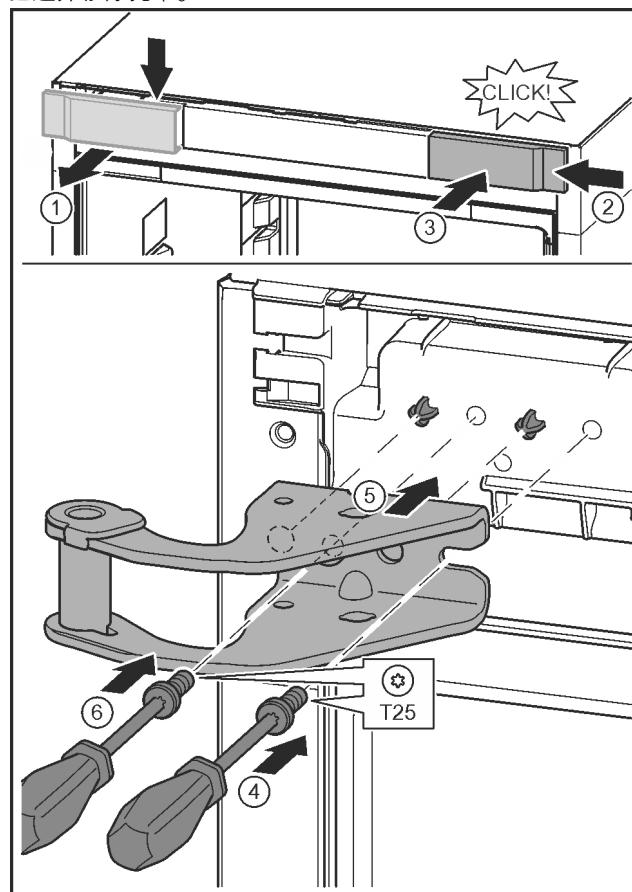

Fig. 15
- ▶ 松开盖板并从侧面取下。Fig. 15 (1)
- ▶ 将盖板旋转 180° 至另一侧从右边挂上。Fig. 15 (2)
- ▶ 插入盖板。Fig. 15 (3)
- ▶ 用 T25 螺丝刀装上螺钉。Fig. 15 (4)
- ▶ 装上方的托架。Fig. 15 (5)
- ▷ 旋紧螺钉。Fig. 15 (4)
- ▶ 用 T25 螺丝刀安装并旋紧螺钉。Fig. 15 (6)